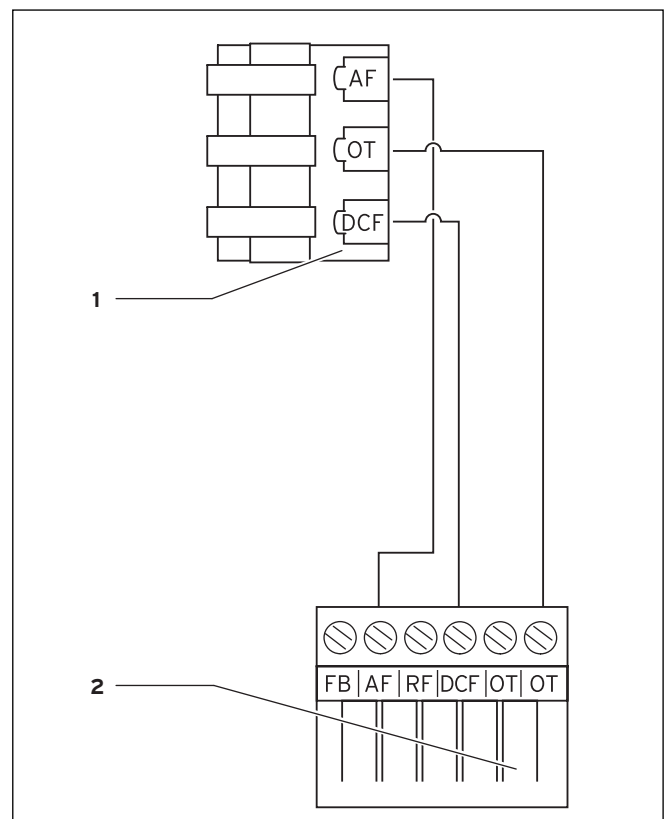

Fig. 5.3 Elektrisk tilslutning af udeføleren VRC 9535
- ⇒ Slut tilslutningskablet til klemrækken på udeføleren i henhold til fig. 5.3.
- ⇒ Slut tilslutningskablet til klemmerne på den 6-polede kantkonnektor i henhold til fig 5.3.